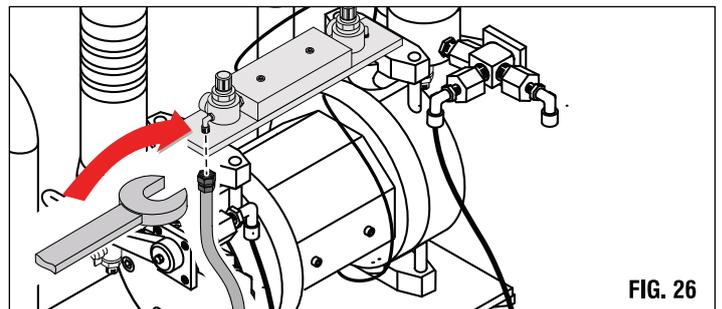

FIG. 26
-Collegamento tubo aria (Fig.26)